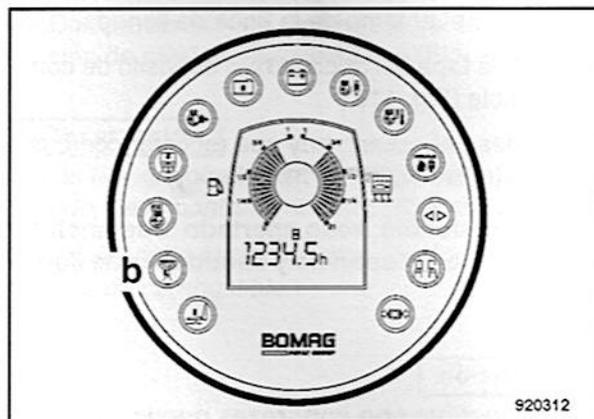

Fig. 119
- Si en el instrumento combinado de la izquierda la lámpara de control para el separador de agua b (Fig. 119) emite luz intermitente durante el arranque o durante el servicio hay que descargar el agua del filtro previo.